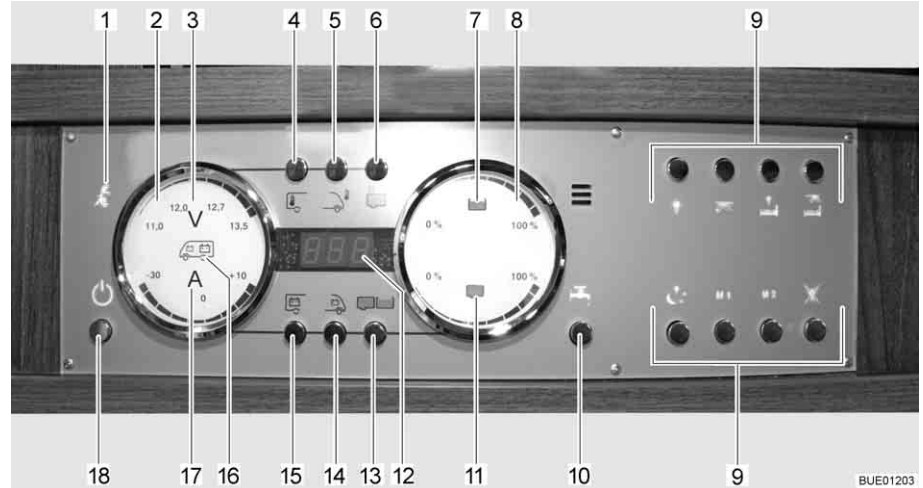

Fig. 158 Pannello di controllo LT 510
La spia di controllo a 230 V (Fig. 158,1) si accende quando all'ingresso della centralina elettrica è presente una tensione di rete.
L'interruttore principale a 12 V (Fig. 158,18) inserisce o disinserisce il pannello di controllo e l'alimentazione a 12 V dell'abitacolo.
- Premere brevemente il tasto dell'alimentazione a 12 V (Fig. 158,18). L'alimentazione a 12 V dell'abitacolo è inserita. L'indicatore di controllo "12 V" si accende.
- ▷ Se dopo l'accensione il LED "11,0" dell'indicazione dei Volt nonché il simbolo dei Volt "V" (Fig. 158,3) nell'indicatore delle batterie (Fig. 158,2) lampeggiano, significa che la tensione della batteria dell'abitacolo è insufficiente. Caricare la batteria.
- ▷ Se dopo l'accensione l'indicatore di controllo "12 V" e il simbolo dei Volt "V" (Fig. 158,3) lampeggiano tre volte, significa che la separazione della batteria è attivata. Disattivare la separazione della batteria.
- Premere brevemente il tasto dell'alimentazione a 12 V (Fig. 158,18). L'alimentazione a 12 V dell'abitacolo è disinserita. L'indicatore di controllo "Alimentazione a 12 V" si spegne.
- Premere il tasto della batteria dell'abitacolo (Fig. 158,15) e tenerlo premuto per ca. 10 secondi. Il simbolo dei Volt "V" (Fig. 158,3) e l'indicatore di controllo "12 V" lampeggiano tre volte. La batteria dell'abitacolo è separata dalla rete di bordo da 12 V.
- Premere il tasto "Alimentazione a 12 V" (Fig. 158,18) e tenerlo premuto per ca. 5 secondi. Il simbolo dei Volt "V" (Fig. 158,3) e l'indicatore di controllo "12 V" lampeggiano tre volte. La batteria dell'abitacolo è collegata alla rete di bordo a 12 V. L'indicatore di controllo si accende dopo ca. 5 secondi.
- Premere il tasto della batteria dell'abitacolo (Fig. 158,15). Il simbolo dei Volt "V" (Fig. 158,3) si accende. Il simbolo degli Ampere "A" (Fig. 158,17) si accende con luce bianca o rossa a seconda del livello di carica o scarica delle batterie. La tensione della batteria e la corrente della batteria dell'abitacolo sono indicate dai LED sul pannello di controllo.
- Premere il tasto della batteria di avviamento (Fig. 158,14). Il simbolo dei Volt "V" (Fig. 158,3) si accende. La tensione della batteria della batteria di avviamento viene indicata attraverso i LED nell'indicatore.
- Premere il tasto dei serbatoi (Fig. 158,13). I simboli del serbatoio dell'acqua (Fig. 158,7) e del serbatoio delle acque grigie (Fig. 158,11) si accendono. I livelli di riempimento del serbatoio dell'acqua (scala superiore) e del serbatoio delle acque grigie (scala inferiore) sono indicati dai LED nell'indicatore.
Il simbolo del serbatoio dell'acqua (Fig. 158,7) o il simbolo del serbatoio delle acque grigie (Fig. 158,11) lampeggia se il serbatoio dell'acqua è vuoto o il serbatoio delle acque grigie è pieno.